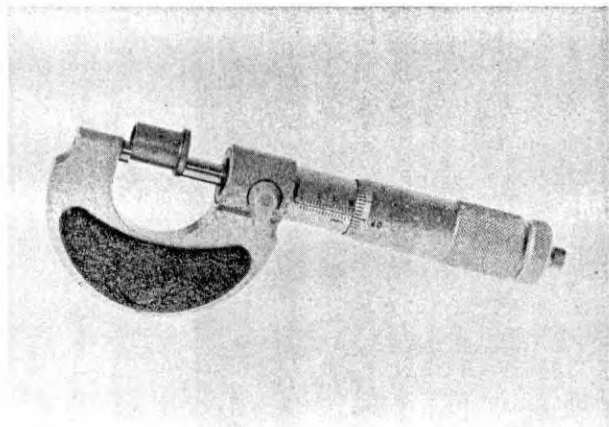

Fig. 7
- Sfilare il collarino e misurarne l'altezza (fig. 7).
- Remove the collar and measure its height (fig. 7).